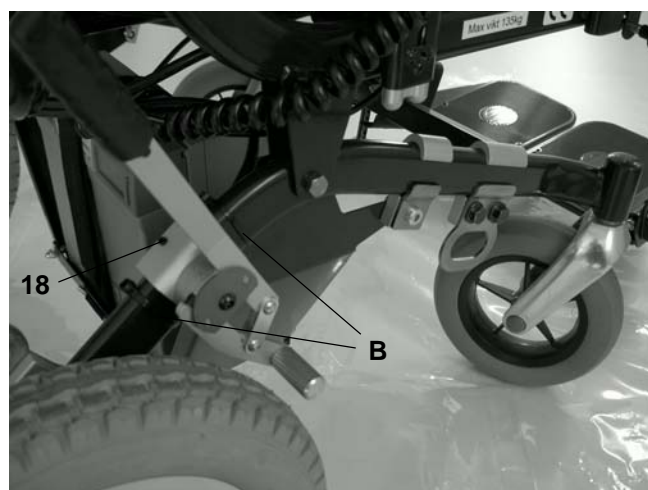

bild 7
1. Placera parkeringsbromsen på hjulramens sidor enligt bild 7. Observera att bromsen är i utförande höger resp. vänster. Spaken ska vid bromsning föras framåt.
3. Fixera bromsen genom att dra åt stoppskruven (18), bild 7, med insexnyckel 2.5 mm.